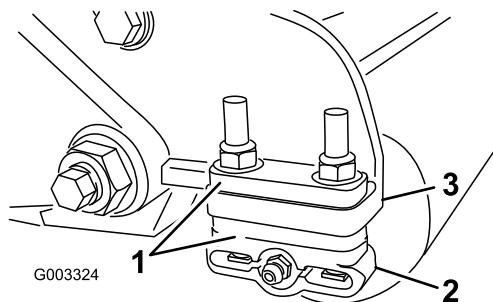

**Figura 9**
3. Numa das extremidades do cilindro, introduza uma tira de jornal entre o cilindro e a lâmina de corte (Figura 9). Enquanto roda ligeiramente o cilindro para a frente, rode o parafuso de ajuste da barra de apoio (Figura 8) no sentido dos ponteiros do relógio na mesma extremidade do cilindro, uma posição de cada vez, até que o papel esteja ligeiramente apertado, quando inserido pela parte dianteira, paralela à lâmina de corte. Quando puxar o papel, sentirá uma ligeira pressão.
5. Depois de ajustar, verifique se o cilindro aperta o papel quando este for inserido pela frente e se corta o papel quando este for inserido num ângulo recto, relativamente à lâmina de corte (Figura 9). Deve ser possível cortar o papel ao mínimo contacto com a lâmina de corte e as lâminas do cilindro. Se for evidente contacto/pressão excessivos será necessário voltar a polir a unidade de corte para obter pontas afiadas, imprescindíveis para um corte de precisão (consulte o manual de afinação de cilindros e cortadores rotativos Toro, Formulário N.º 80-300PT).